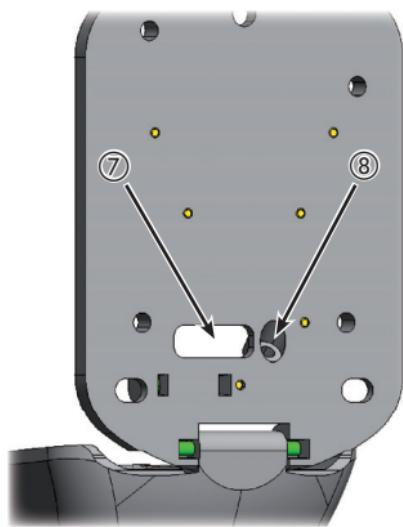

Fig. 3
2. In Fig. 3 è mostrato il retro del dispositivo evidenziando l'asola per il passaggio dei cavi elettrici ( rif. ⑦ ) e l'alloggiamento per il cavo di trazione per lo sbocco manuale ( rif. ⑧ );
2. Fig.3 shows the rear of the device, indicating the slot for routing the electric cables ( ref. (7) ) and the housing of the traction cable for manual release ( ref. (8) );